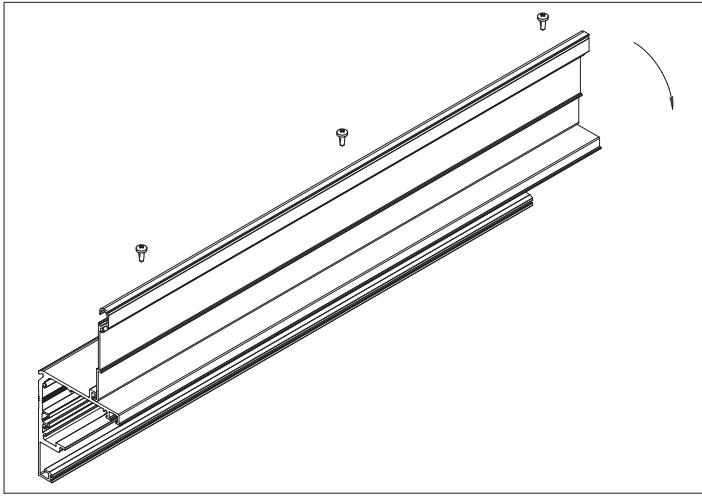

Рис. 1
1. Защелкните несущий профиль примыкания в основном несущем профиле, закрепите его шурупами  $4,2 \times 13$  мм с шагом 500 мм (рис. 1, 2).